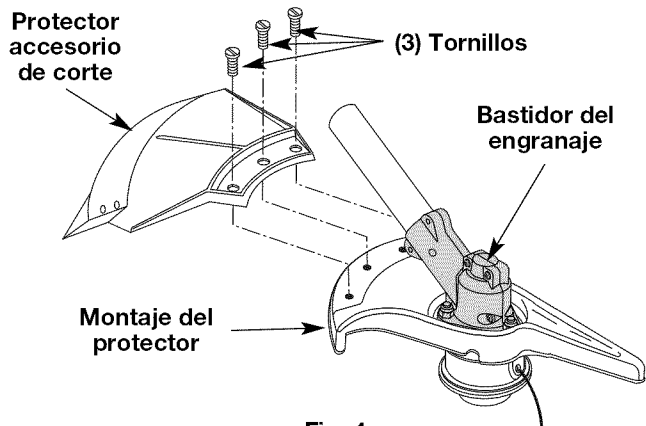

Fig. 4
Saque el protector accesorio de corte del montaje del protector retirando los tres (3) tornillos con un destornillador de vástago plano (Fig. 4). Guarde las piezas para usarlas en el futuro.